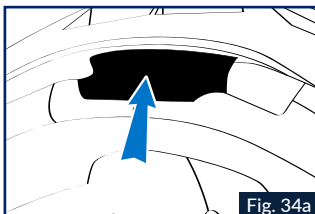

Fig. 34a
4. Insérer la batterie (avec mousse) dans l'espace prévue à l'arrière du casque, conformément au Fig.34a/b/c, la mousse de calage doit se trouver entre la batterie et la calotte.